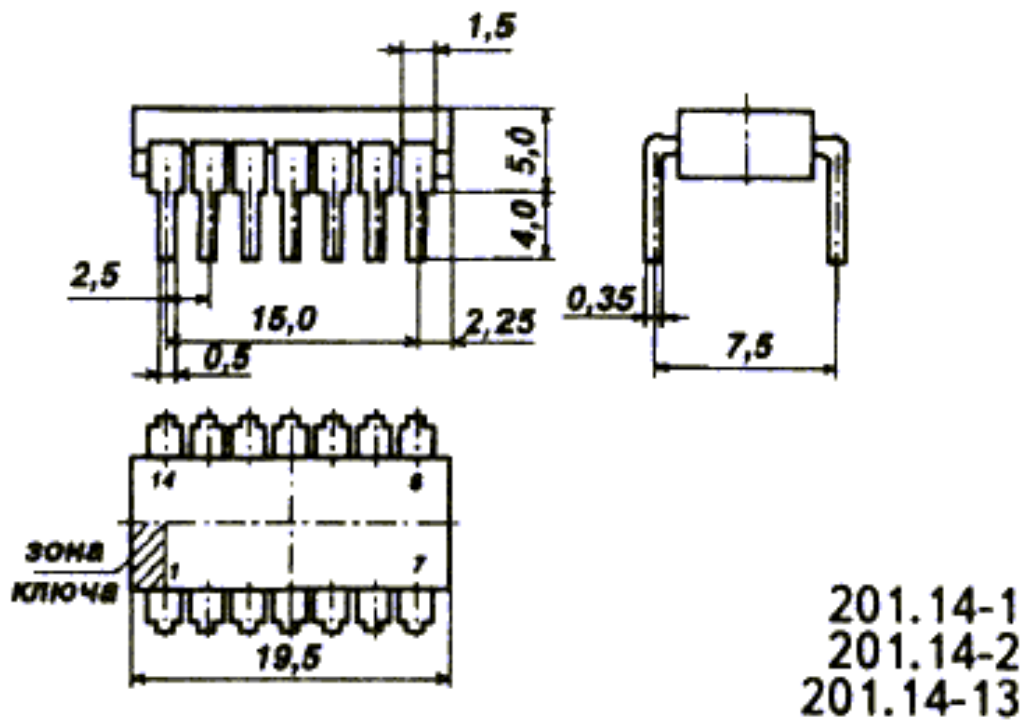
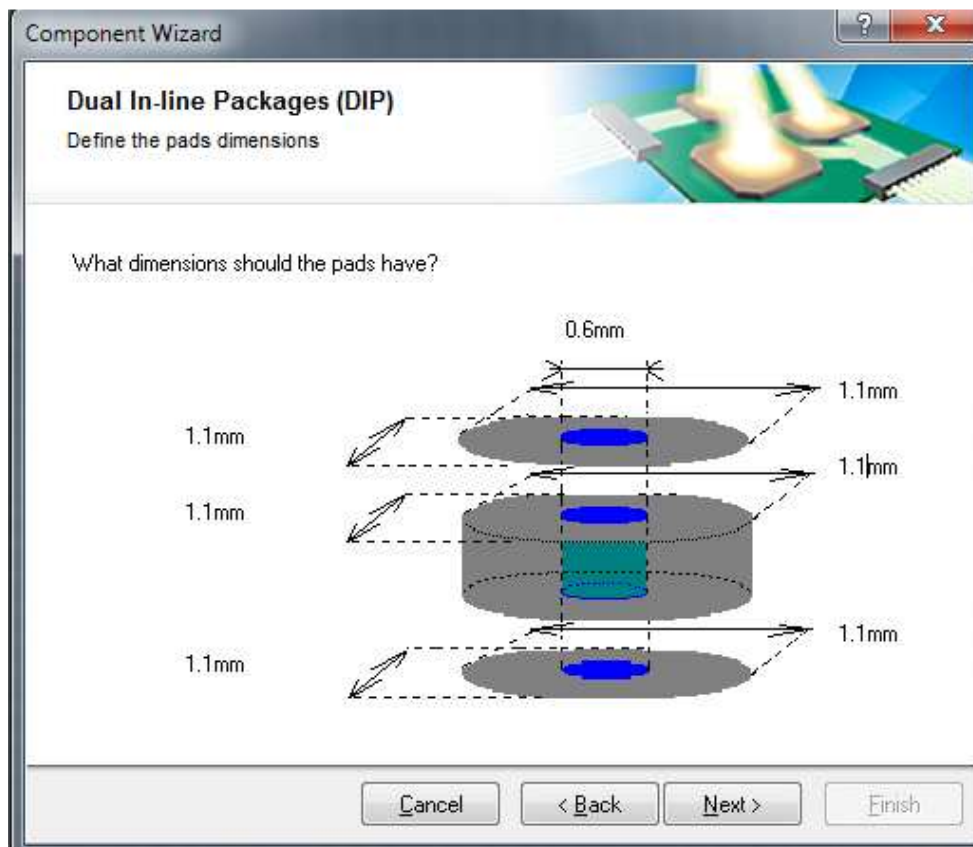

Рис. 98. Чертеж корпуса 201.14
Рис. 99. Размеры отверстия и контактной площадки для вывода корпуса 201.14
3. Задать размеры отверстия и контактной площадки исходя из размера вывода, указанного на чертеже (см. Рис. 98), в соответствии с Табл. 3, см. Рис. 99.